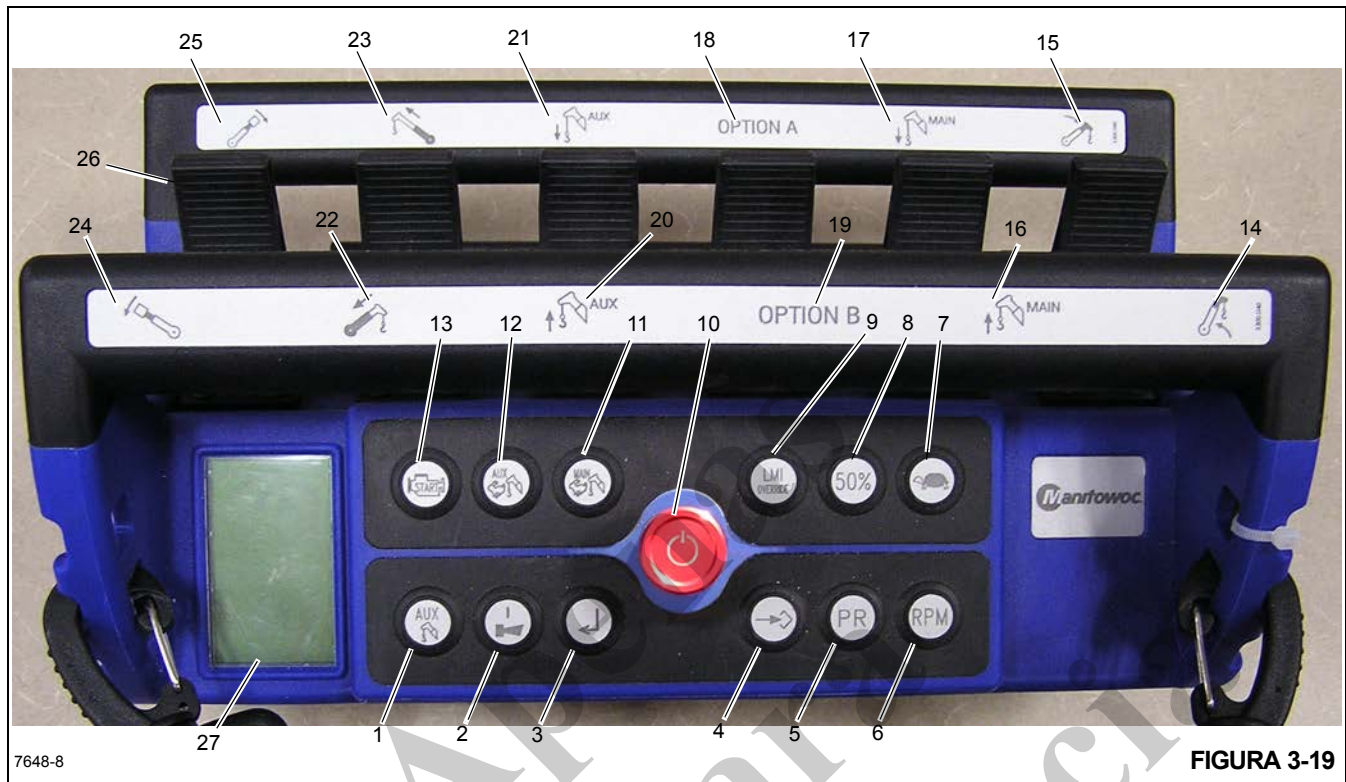

FIGURA 3-19
Se o seu guindaste for equipado com o Controle remoto para o guindaste completo (Figura 3-19) (controle remoto azul grande, fornecido com uma cinta) consulte as instruções de operação no manual Opções do controle remoto por rádio.
O Controle remoto do guindaste opcional (Figura 3-19) permite o controle remoto total do guindaste. O Controle remoto padrão é desativado ao usar o Controle remoto do guindaste.
A Tela de LCD (27, Figura 3-19 e Figura 3-20) no mostrador é usada para informar intensidade do sinal, nível da bateria, canal sem fio, status do controle remoto e a configuração do guindaste dependendo dos botões que são pressionados. As informações do RCL são também exibidas para o operador e podem ser alternadas pressionando-se o botão Alternar a tela do IMC do guindaste (3). As seguintes informações do RCL estão disponíveis ao operador na tela de LCD:
Para usar este controle remoto, é necessário pressionar o botão vermelho de PARADA (10, Figura 3-19) para ligar o transmissor.